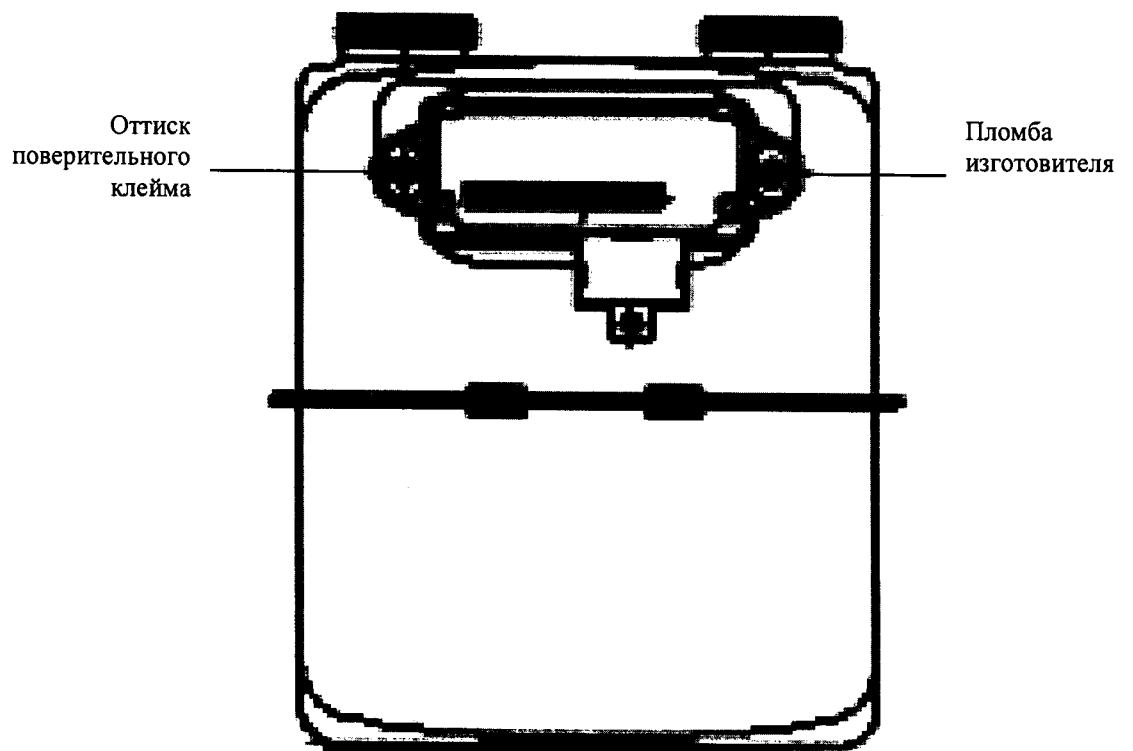

Рисунок 1. Схема пломбировки счетчика газа
7.2 При положительных результатах поверки счетчик клеймят в соответствии с рис. 1 Приложения Б и в разделе 14 паспорта ставят оттиск поверительного клейма и подпись поверителя.